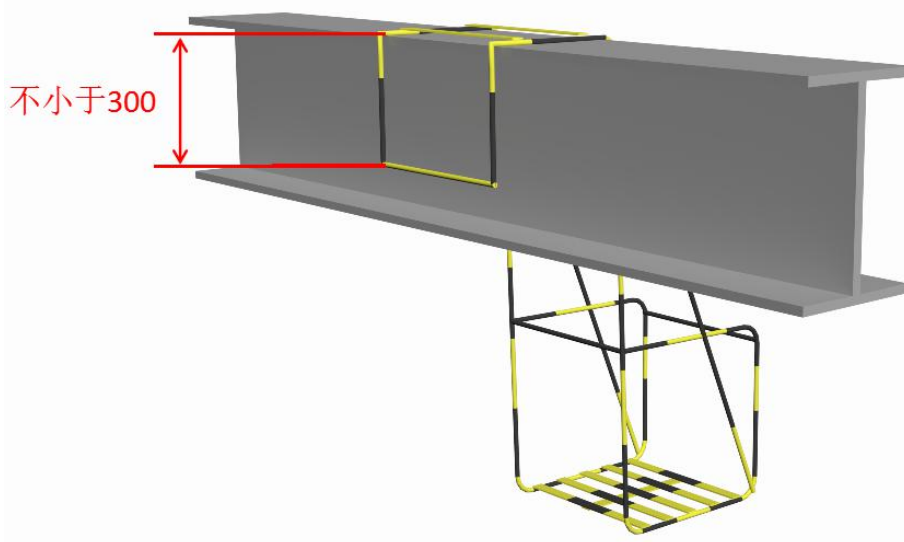

图 3.12-2 单人高处作业挂笼示意图
**【安装要求】**挂笼为单人挂笼，只允许一人使用作业，将挂笼上端圆钢弯折为挂钩，挂钩端头下折长度不低于  $300\text{mm}$ 。（图 3.12-2）